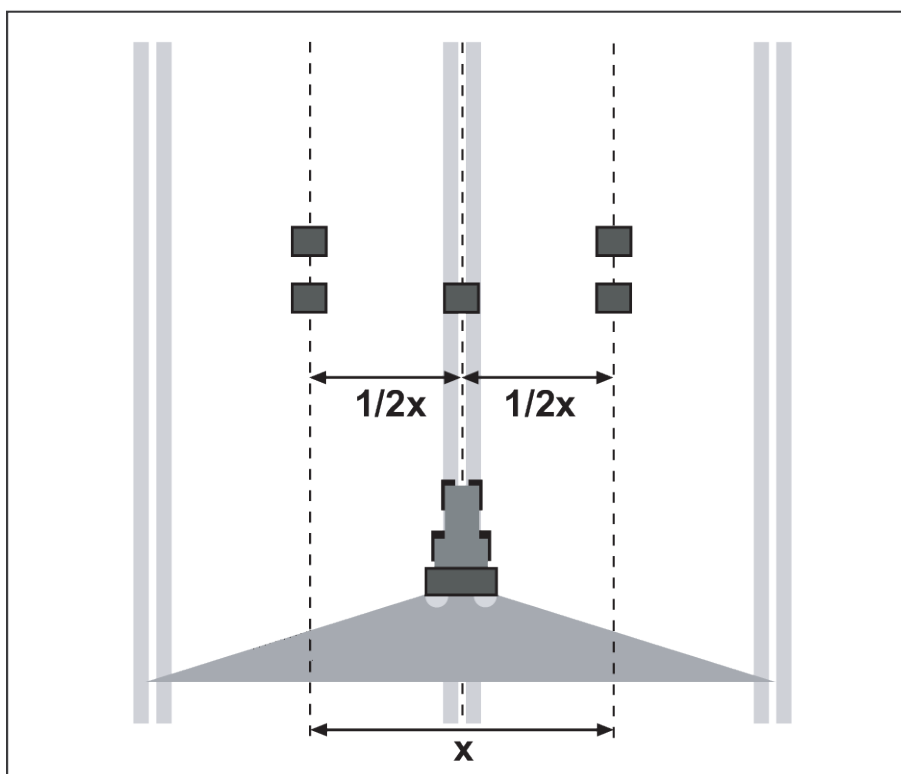

Fig. 34: Opstilling til en kørsel
- ▶ Opstil to opsamlingsskåle med en indbyrdes afstand på **1 m** efter hinanden i overlappingszonerne (mellem køresporene) og en opsamlingsskål i køresporet (Fig. 34).